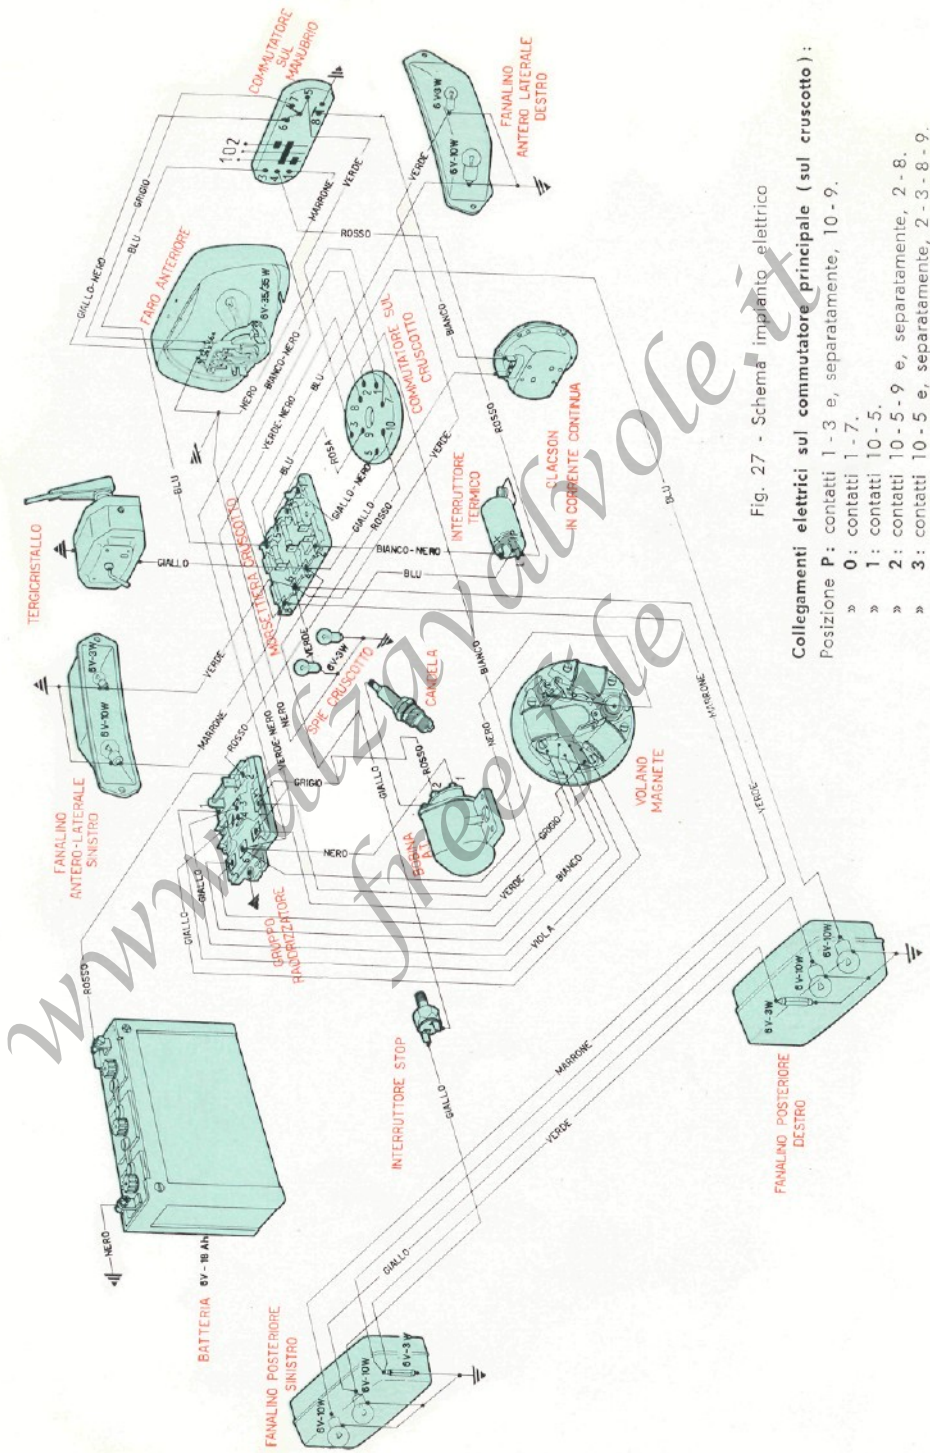
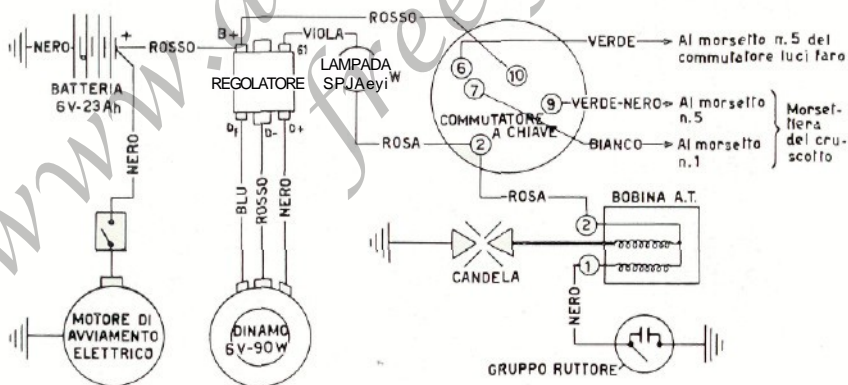

Fig. 27 - Schema impianto elettrico
Fig. 29 - Variante ai collegamenti elettrici per i veicoli con avviamento elettrico
Avvertenza : Se si brucia il fusibile posto sulla basetta del gruppo raddrizzatori (ved. fig. 27) la batteria non viene più caricata.
L'energia elettrica per i dispositivi dell'impianto d'illuminazione e segnalazione è fornita in c. a. e in c. c. come segue: (fig. 27).
N. B. - I collegamenti dei gruppi dinamo - regolatore - batteria - motore di avviamento - commutatore principale a chiave - gruppo bobina di accensione e ruttore (gruppi che sostituiscono i corrispondenti dell'impianto normale: volano magnetico - diodi raddrizzatori - batteria - bobina di accensione e commutatore principale a chiave) sono riportati nella seguente fig. 29. Nell'impianto con avviamento elettrico rimangono invariati, rispetto all'impianto normale fig. 27, gli altri cavetti e collegamenti ed in particolare quelli agli apparecchi utilizzatori.